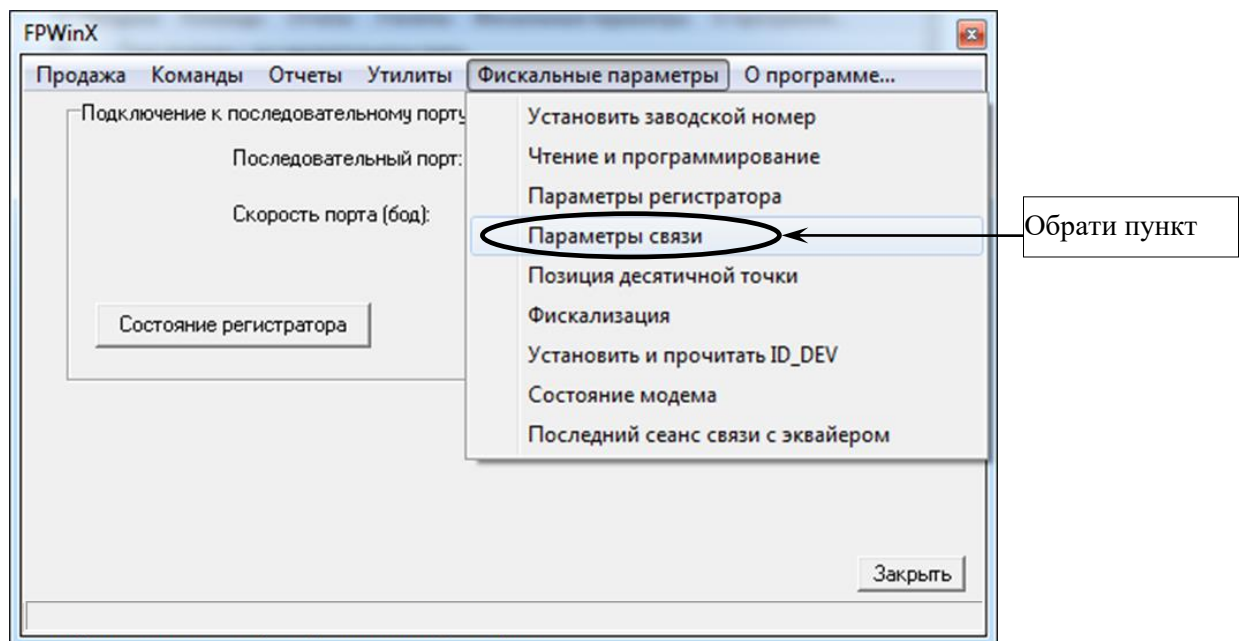

Рисунок 26
6.1.4 У вікні програми обрати закладку «Фискальные параметры», далі у випадаючому меню обрати пункт «Параметры связи» (рисунок 26).